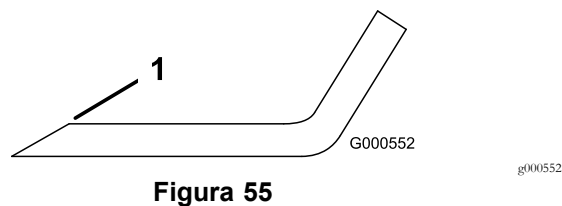

Figura 55
1. Utilice una lima para afilar el filo de corte en ambos extremos de la cuchilla (Figura 55).
Nota: Si la cuchilla no está equilibrada, rebaje algo del metal en la parte de la vela solamente con una lima (Figura 55).